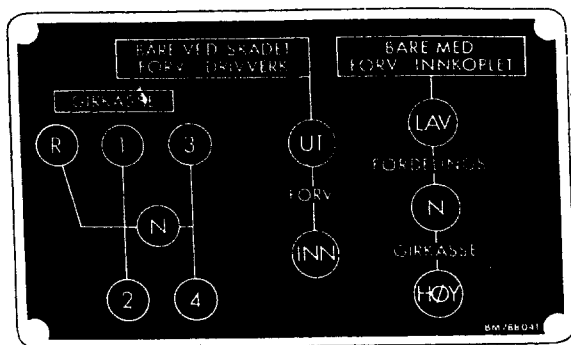

Fig 07-1. Växelspakarnas lägen, BV 202 N
34. Lyft ur motorn och växellådan, se fig 07-1.